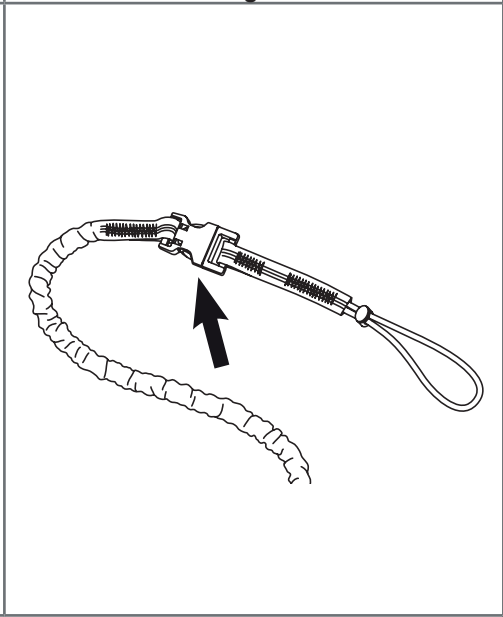

Fig. 4
4. Fixer l'anneau en D à la queue de la boucle de la longe pour outils à un raccord approprié. Si une boucle détachable pour longe pour outils est utilisée, raccorder l'extrémité à crochets de la boucle de dégagement latérale à l'extrémité d'insertion de la boucle sur une boucle détachable de mousqueton pour longe pour outils. (Figure 4)